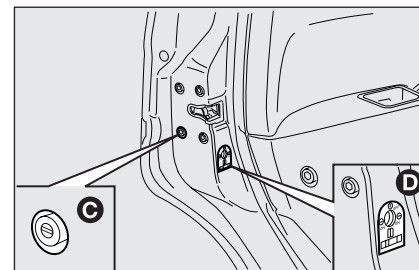

fig. 21
- ☐ l'activation du dispositif de sécurité des portes **C-fig. 21** lorsque le circuit électrique ne fonctionne pas (ex. batterie à plat);
- ☐ l'enclenchement du dispositif de sécurité enfants **D-fig. 21** sur les portes arrière.